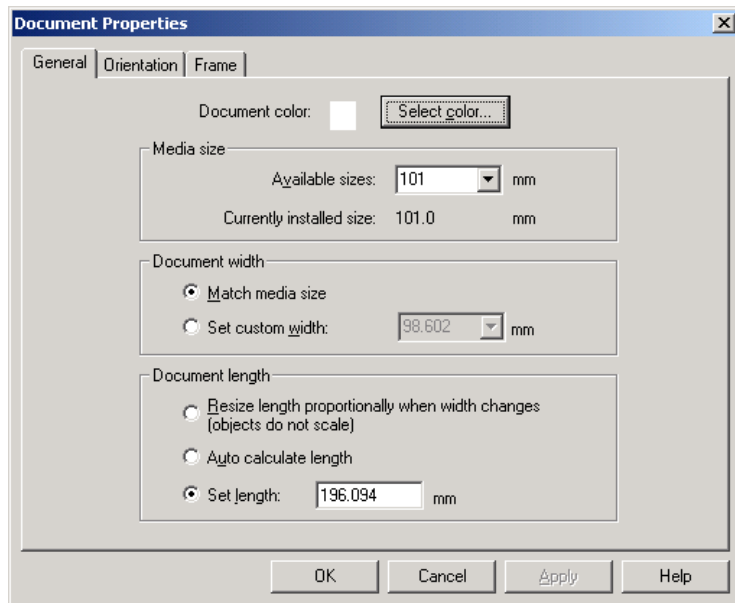

Abbildung 3-9. Dialogfeld „Dokumenteigenschaften“: Register „Allgemeines“
Das Dialogfeld **Dokumenteigenschaften** wird angezeigt (Abbildung 3-9 auf Seite 3-15).
1. Wählen Sie im Menü „Dokument“ die Option **Eigenschaften** oder klicken Sie in der Dokument-Symbolleiste auf . Das Dialogfeld „Dokumenteigenschaften“ (Abbildung 3-9 auf Seite 3-15) wird angezeigt.
1. Wählen Sie im Menü „Dokument“ die Option **Eigenschaften** oder klicken Sie in der Dokument-Symbolleiste auf . Das Dialogfeld **Dokumenteigenschaften** wird angezeigt (Abbildung 3-9 auf Seite 3-15).